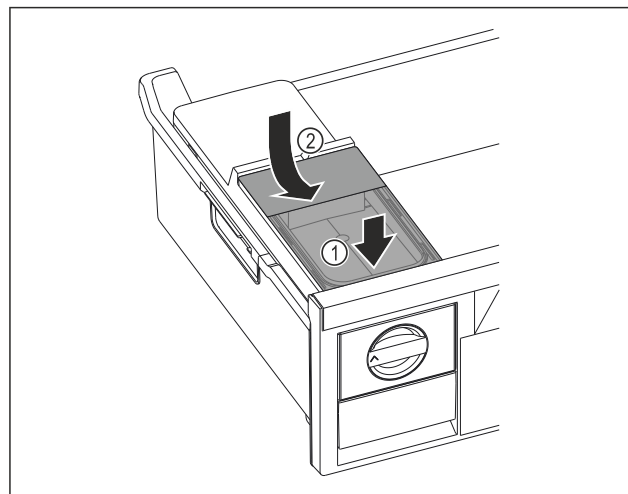

Fig. 130
- Помістити бак для води спереду. Fig. 130 (1)
- Опустити бак для води ззаду. Fig. 130 (2)